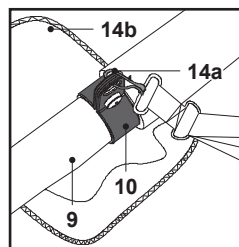

Fig. 13
5. Fixer le harnais sur l'anneau de suspension (10). S'assurer que le coussinet de protection (14b) passe sous la perche supérieure (9) (Fig. 13).